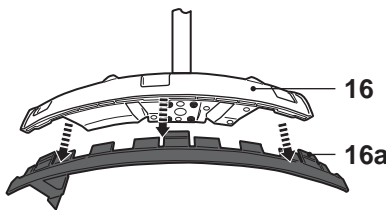

Fig. 5
- > En mode débroussailluse, détachez la pièce d'extrémité [16a] de la protection [16] en appuyant sur les trois onglets au moyen de l'outil (Fig. 5).